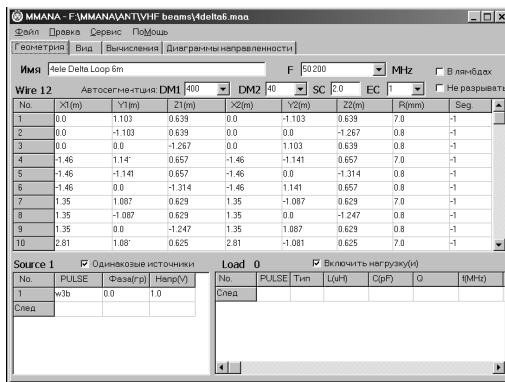

Рис. 20. Закладка «Геометрия»
**Закладка «Геометрия».** При старте программы открывается закладка Геометрия и вы видите несколько полей сверху и три таблицы (рис. 20), на которой открыт файл уже имеющейся антенны.